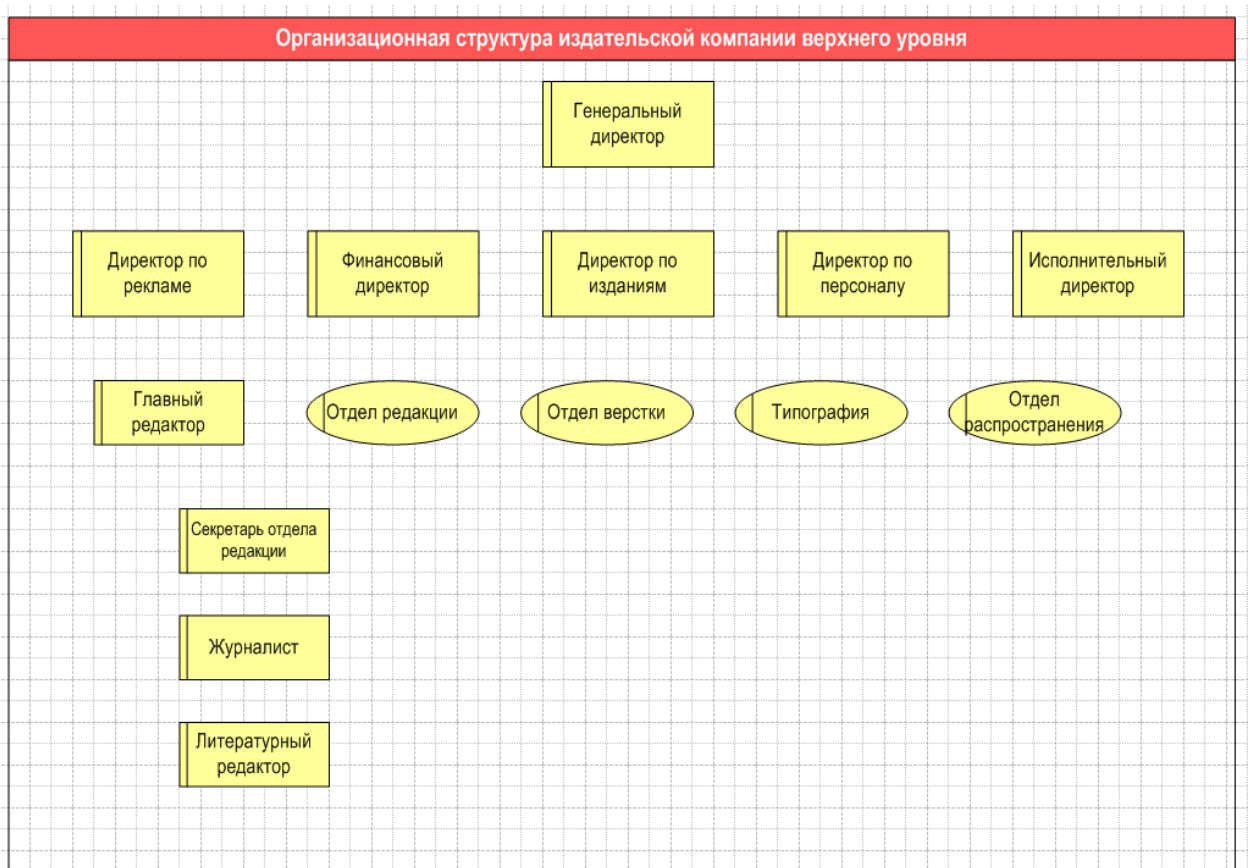

Рис. 59. Размещение на диаграмме элементов типа *Должность* и *Организационная единица (вид 1)*
6. Аналогично в соответствии с рис. 59 добавьте другие фигуры типов *Должность* и *Организационная единица (вид 1)*. Обратите внимание, что размеры элементов типа *Должность* отличаются (фигуры верхнего уровня больше).